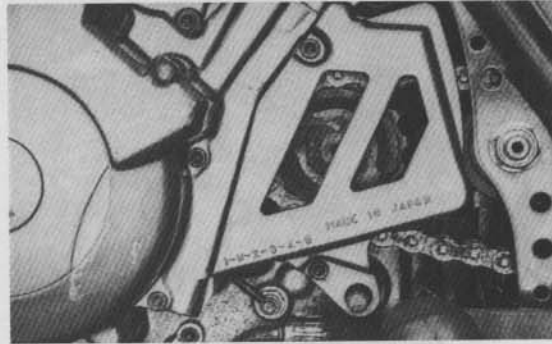

Bild 80
- Antriebskettenraddeckel (zwei Innensechskantschrauben SW 5 Bild 80) entfernen.